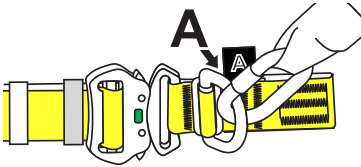

Рис. 3
Присоединение соединительно-амортизирующей подсистемы к привязи осуществляется за элемент («точку») крепления, имеющую маркировку «↔А»(рис. 3) или «А» (рис. 4а).
8. Присоединять соединительно-амортизирующую подсистему к элементу («точке») крепления, имеющей маркировку «↔А», при не застегнутой грудной лямке (рис. 3).